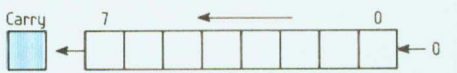

Fig. 21
**LSL** : Effectue un décalage logique à gauche de l'accumulateur A ou de la mémoire suivant le principe de la figure 21. Le bit sortant est positionné dans le bit C du CCR.